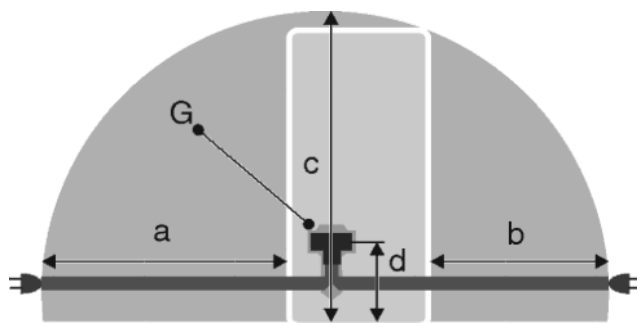

Fig. 20
- Steckdose liegt außerhalb des Geräterückseitenbereichs im gegebenen Bereich Fig. 20 (a, b, c).
- Gerätestecker Fig. 20 (G) auf der Rückseite des Gerätes einstecken. Auf richtiges Einrasten achten.